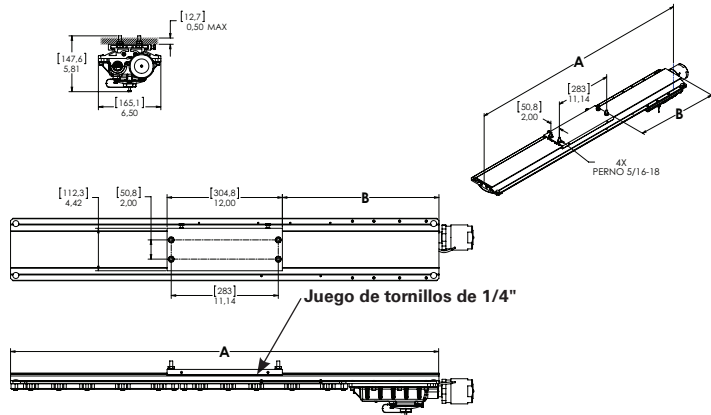

Figura 3. ZP1057MTK Instalación del montaje posterior
1. Para el montaje posterior, utilice el soporte como una plantilla, marque y perforo los agujeros en la superficie de montaje y utilice los pernos provistos de 5/16" (ver la Figura 3).
4. Coloque los cuatro (4) tornillos de 5/16" a través de la placa de montaje y apriete de manera uniforme a la estructura de soporte. Torsión mínima de 138 pulgadas-libras (15,6 N-m).
7. Ajuste los cuatro (4) tornillos de 1/4" y fíjelos en el soporte deslizante hasta que lleguen al fondo. Torsión para 78 pulgadas-libras (8,8 N-m).